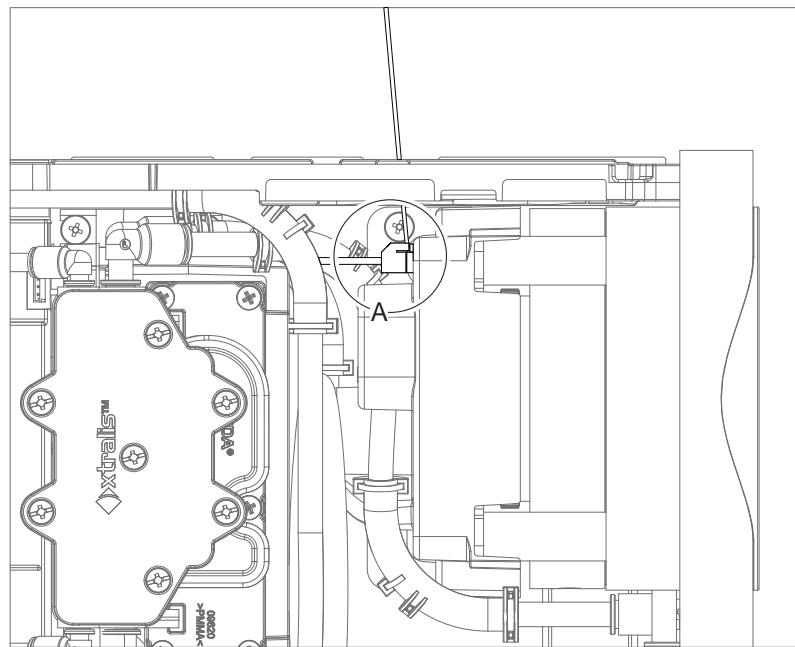

Рис. 7-13: Отсоединение кабеля питания
7. Отсоедините кабель питания насоса от разъема PCA поворотного клапана. С помощью отвертки нажмите на рычаг на боковой стороне белого разъема (A), как показано на рисунке (Рис. 7-13).